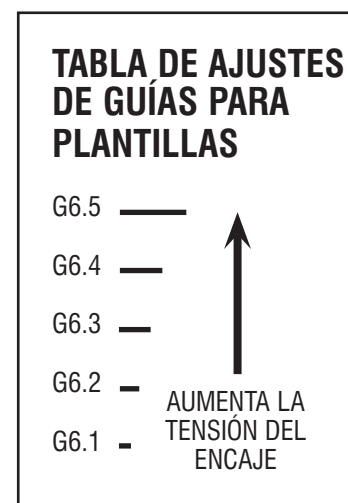

Fig. I21
* **SI QUEDA MUY FLOJA:** Pruebe con otra guía para plantillas, que esté más arriba en la tabla (Fig. I21). Por ejemplo, si utilizó la G6.2, podría probar la G6.3, G6.4 o G6.5.
* **SI QUEDA MUY AJUSTADA:** Pruebe con otra guía para plantillas, que esté más abajo en la tabla (Fig. I21). Por ejemplo, si utilizó la G6.3, podría probar la G6.2 o G6.1.